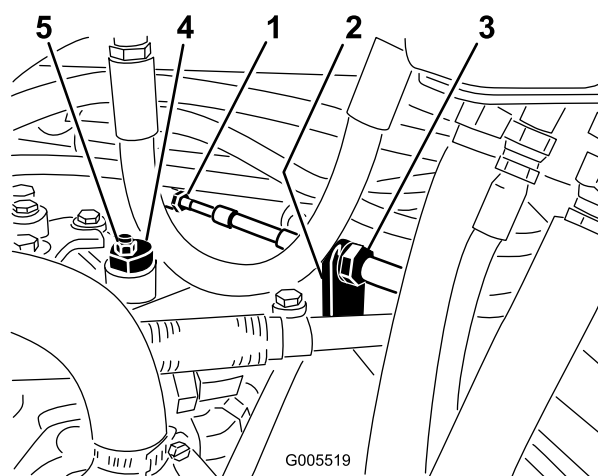

Figura 55
- A. Liberte as porcas que fixam o cabo de tracção ao anteparo do hidróstato (Figura 55). Certifique-se de que as porcas se encontram soltas de forma idêntica, de modo a permitir a operação de ajuste.
Nota: Liberte a porca que fixa o disco excêntrico ao cima do hidróstato (Figura 55).
modo o disco excêntrico e fixando a posição de ajuste (Figura 55). Verifique se o ajuste é o adequado colocando o regulador nas posições SLOW e FAST.
- D. Aperte as porcas que se encontram em cada um dos lados do anteparo, fixando deste modo o cabo de tracção ao anteparo (Figura 55) Não rode o cabo.